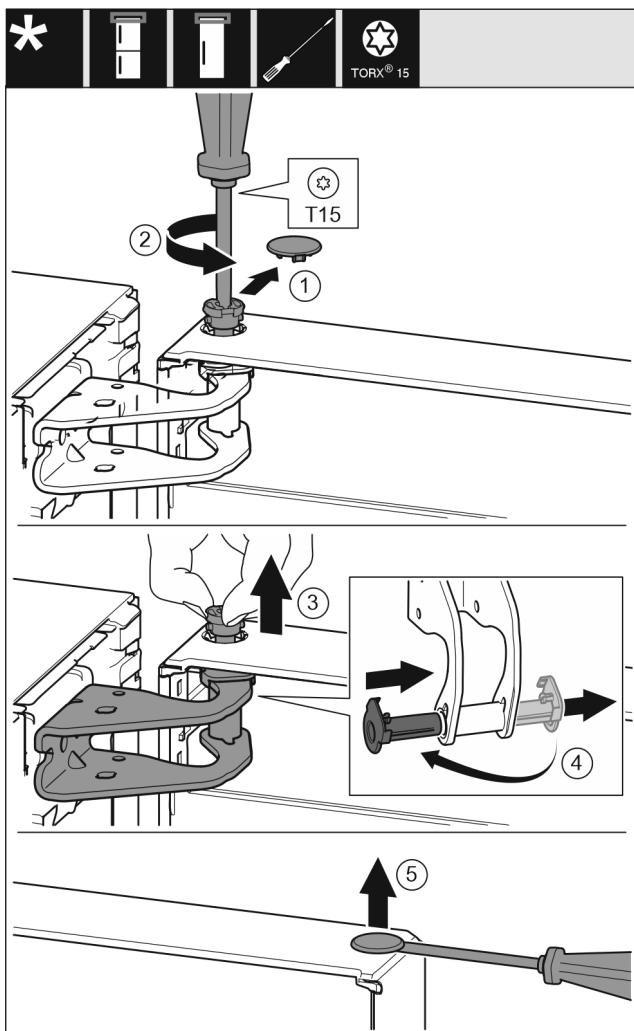

Fig. 9
- Bezpečnostní kryt opatrně stáhněte. Fig. 9 (1)
- Šroubovákem T15 o kousek vyšrouubujte čep. Fig. 9 (2)
- Dveře podržte a čep vytáhněte prsty. Fig. 9 (3)
- Vytáhněte ložiskové pouzdro z vedení. Vložte z druhé strany a zaklapněte. Fig. 9 (4)
- Plochým šroubovákem opatrně nadzvedněte zátku z ložiskového pouzdra dveří a vytáhněte ji. Fig. 9 (5)